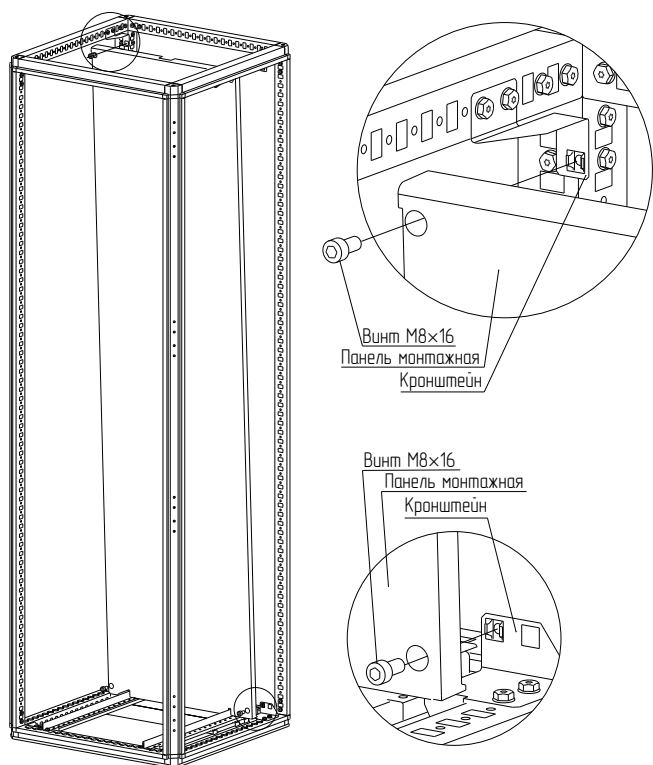

Рисунок 19
4.5.5 Прислонить панель монтажную к кронштейнам и закрепить винтами М8×16 (рисунок 19). Момент затяжки – 10 Н·м.